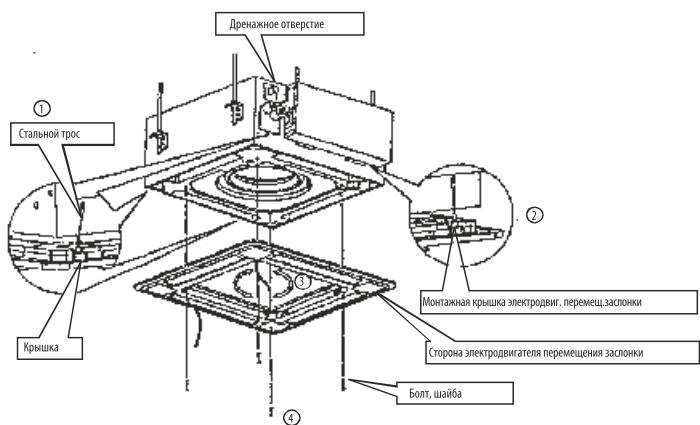

Рис. 23
(2) Смонтируйте панель
- Выровняйте электродвигатель перемещения заслонки на панели по расположению приемника конденсата на корпусе устройства (см. рис. 23).
- Прикрепите четыре фиксирующих троса корпуса устройства к монтажной крышке, а также остальным трем крышкам двигателя поворотной заслонки (см. рис. 23).
- С помощью винтов M5x16 и шайб закрепите панель на корпусе (см. рис. 23).